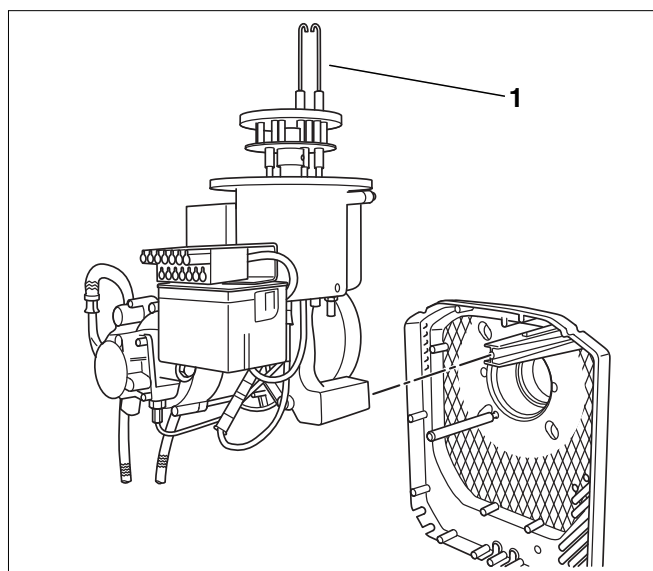

Fig. 45 Colocar el quemador en la posición de servicio
- Coloque el quemador en (fig. 45) la posición de servicio.
Los electrodos de encendido (fig. 45, **pos. 1**) deben estar libres de suciedad.
- Desmonte el electrodo de encendido (fig. 45, **pos. 1**).